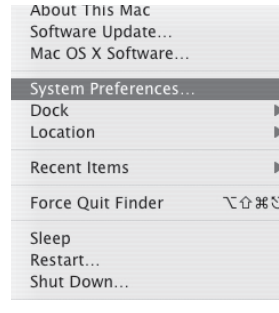

Abb. 1
2. Um das C01U als Audio-Eingang des Computers zu wählen, öffnen Sie die Systemeinstellung aus dem Dock oder dem Apple-Hauptmenü (Abb. 1).